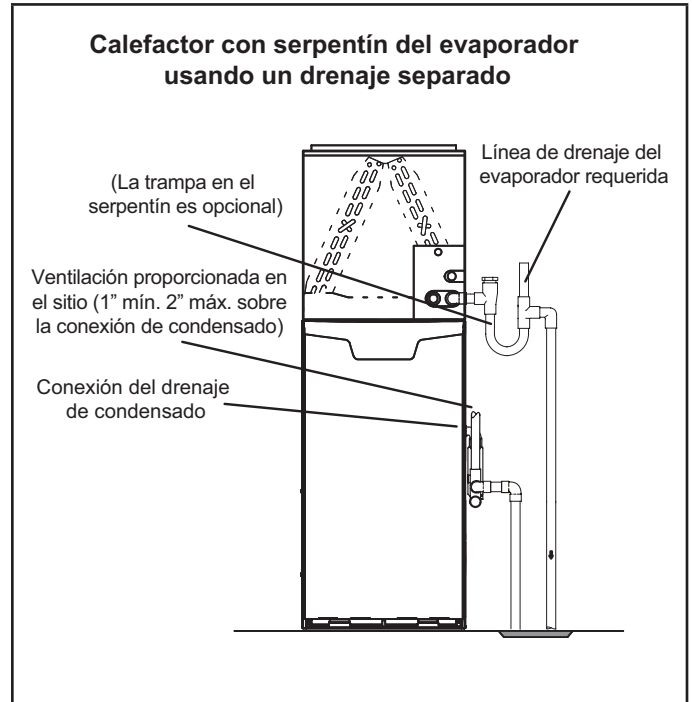

Figura 48
- 5 - La Figura 48 y la Figura 49 muestran el calefactor y el serpentín del evaporador usando un drenaje separado. Si es necesario, la línea de condensado del calefactor y del serpentín del evaporador se pueden drenar juntas. Ver la Figura 50, Figura 51 y Figura 52. **Calefactor de flujo ascendente** (Figura 51) - En aplicaciones del calefactor de flujo ascendente, la ventilación proporcionada en el sitio debe ser de un largo mínimo de 1" hasta un largo máximo de 2" arriba de la conexión de la salida de drenaje de condensado. Cualquier largo de más de 2" puede inundar el intercambiador de calor si la línea de drenaje primario combinada tuviese una restricción. **Calefactor horizontal** (Figura 52) - En aplicaciones del calefactor horizontal, la ventilación proporcionada en el sitio debe ser de un largo mínimo de 4" hasta un largo máximo de 5" arriba de la conexión de la salida de drenaje de condensado. Cualquier largo de más de 5" puede inundar el intercambiador de calor si la línea de drenaje primario combinada tuviese una restricción.